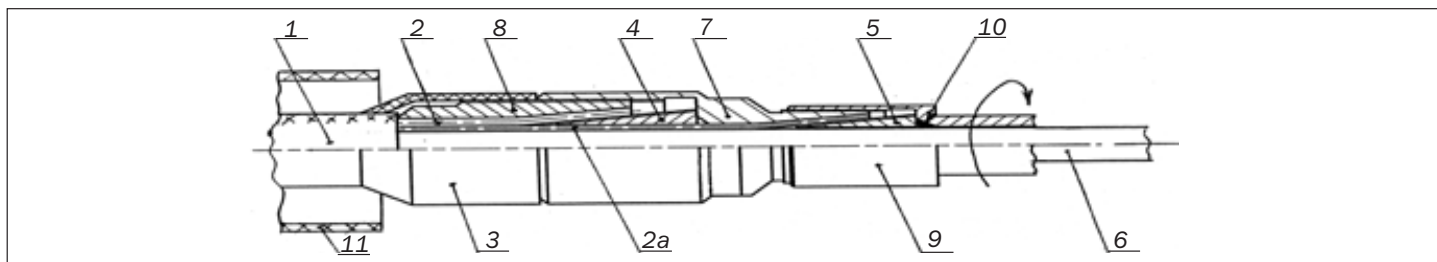

Рисунок 4.10 – Схема заделки бронепокрова ОК с двумя повивами стальных оцинкованных проволок:
4.2.7 Выполнить операции в соответствии с 4.1.7, намотать ленту 2900R на внутреннюю оболочку ОК, встык с малым конусом (поз.10 рис. 4.10).
4.2.9 На рис. 4.10 показана схема заделки бронепокрова ОК с двумя повивами стальных оцинкованных проволок.